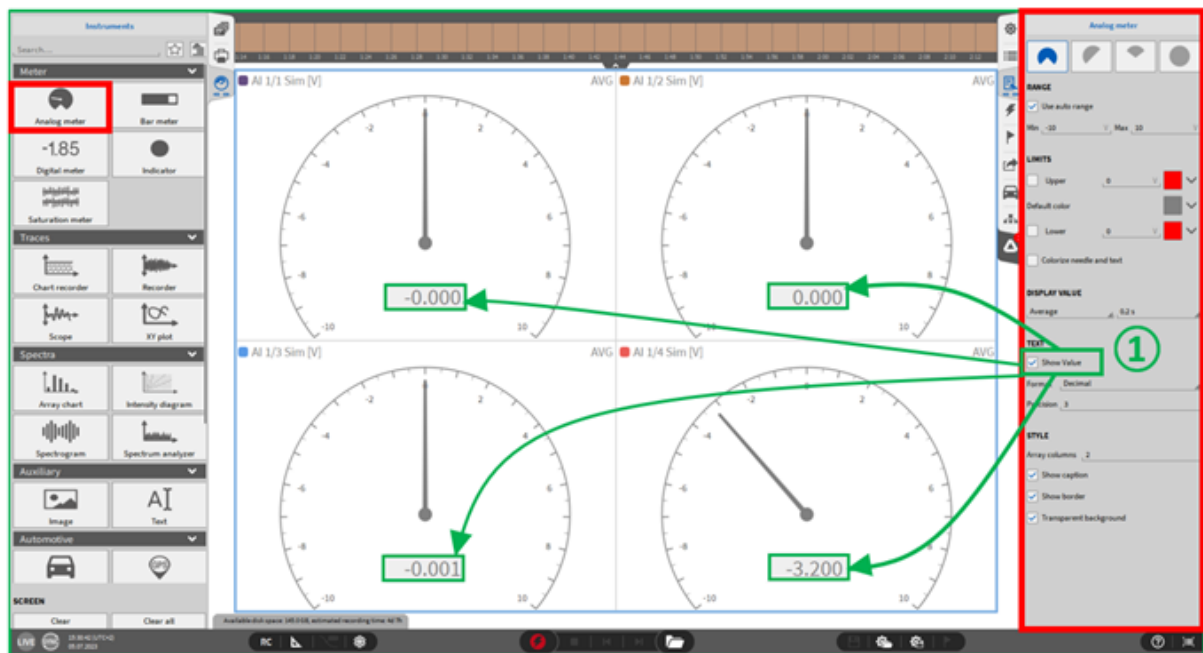

Abb. 8.6: Analoganzeige – Übersicht
- Wert anzeigen: Wenn die Checkbox für „Wert anzeigen“ aktiviert wird (siehe ① in Abb. 8.6), wird in der Analoganzeige zusätzlich der Wert in digitaler Form dargestellt.